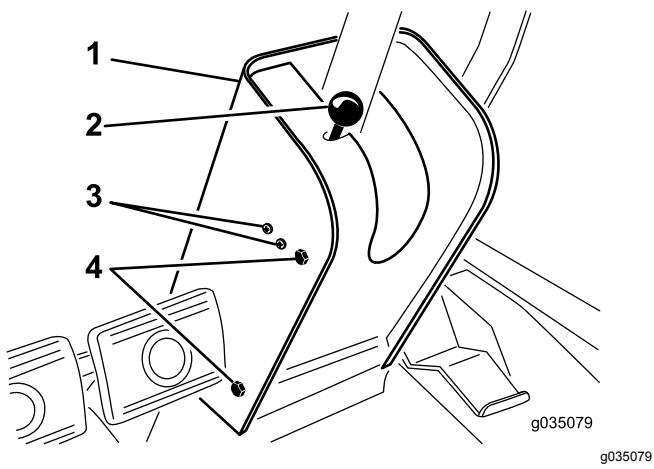

Figura 70
- Retire o botão da barra do travão de estacionamento e os parafusos da cobertura da coluna de direção (Figura 70).
- Desaperte os parafusos e as porcas que fixam o interruptor do travão de estacionamento ao lado esquerdo da coluna de direção (Figura 70).